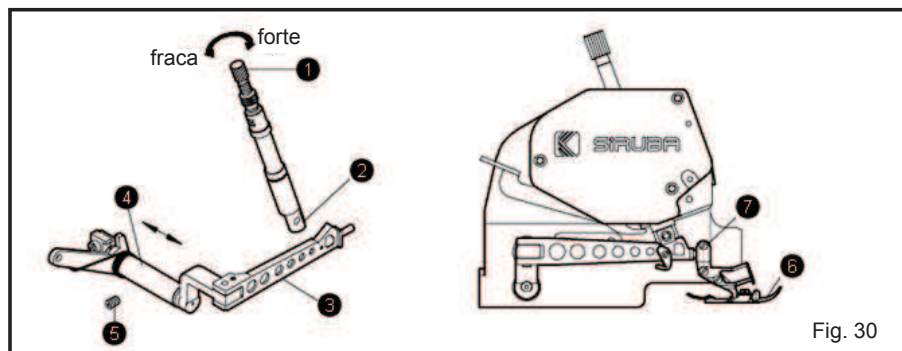

Fig. 30
1. Ajuste a posição do calcador: (Fig. 30)